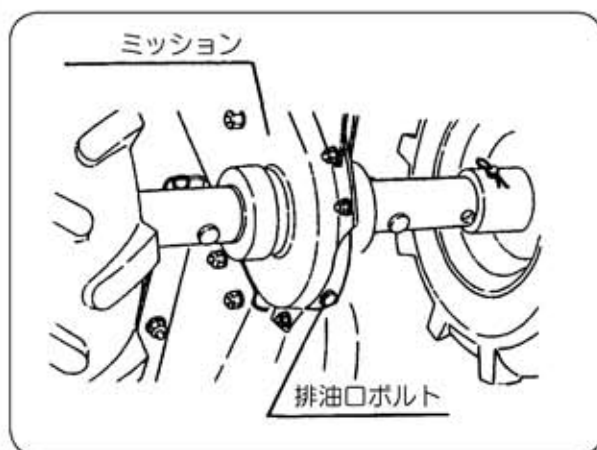

図33
- ②ミッションケース下部にある排油口ボルトを取外して汚れたオイルを流し出してください。(図33)